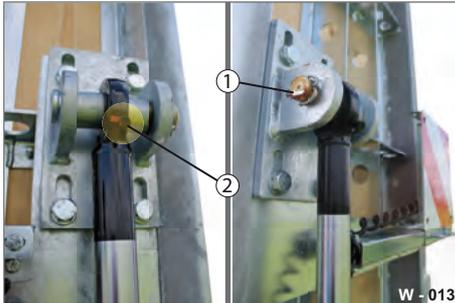

Abb. 16 Obere Lagerstelle Auffahrampen, Hydraulikzylinder
- ▶ Mit einer Fettpresse die Lagerung am Schmiernippel (Abb. 16/2) bis zum Fettaustritt abschmieren.
- ▶ Bolzen (Abb. 16/1) mit Maschinenfett einschmieren.